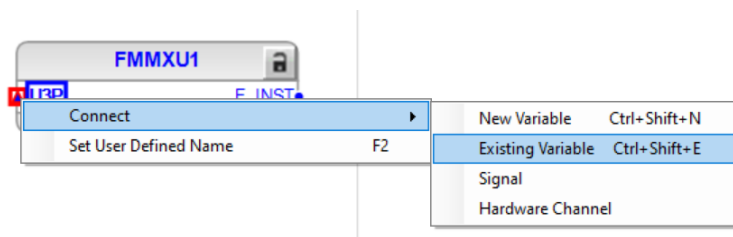

Imagen 118_Conexión de variable en la entrada U3P del bloque FMMXU1.
2.3.7 Después vamos a conectar una variable a la entrada del bloque dando clic derecho a “U3P” posteriormente seleccionamos “Connect - Existing Variable” como en la **Imagen 118**.